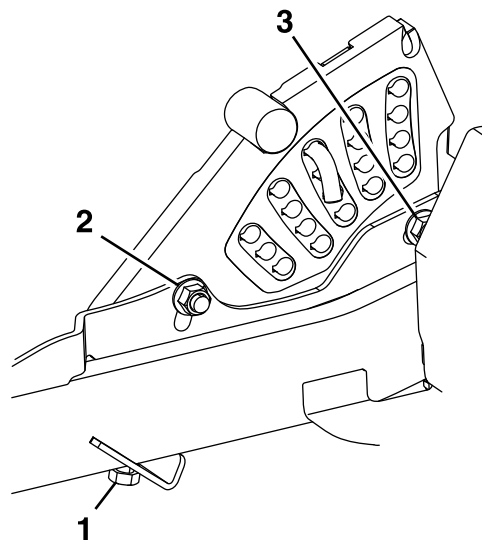

**Figura 76**
9. Gire la tuerca de ajuste del conjunto de elevación de la carcasa delantera para modificar la altura (Figura 76).